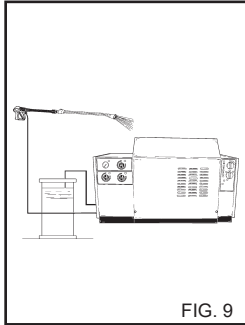

FIG. 9
3) Kun olet käyttänyt pesuainetta, huuhtelee sen syöttöpuoli; aseta pesuaineen imuletku (fig. 9) säiliöön jossa on puhdasta vettä ja anna pumpun käydä 1 minuutin ajan annosteluhana täysin auki ja karkiosia pesuainesyöttöasennossa. Suorita toimenpide ensin, kun pesuaineen valitsin on asennossa "1" ja tämän jälkeen asennossa "2".
- 5) Kun olet käyttänyt pesuainetta, huuhtelee sen syöttöpuoli; aseta pesuaineen imuletku (fig. 9) säiliöön jossa on puhdasta vettä ja anna pumpun käydä 1 minuutin ajan annosteluhana täysin auki ja karkiosa pesuainesyöttöasennossa. Suorita toimenpide ensin, kun pesuaineen valitsin on asennossa "1" ja tämän jälkeen asennossa "2".